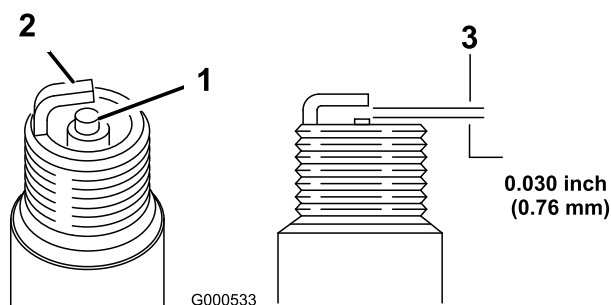

Figura 33
1. Inspeccione la bujía (Figura 33).
2. Compruebe la separación entre los electrodos central y lateral (Figura 33). Si la distancia no es correcta, doble el electrodo lateral.